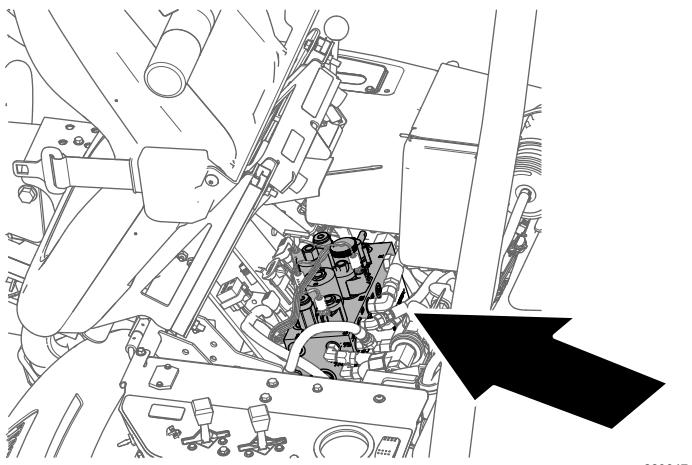

Figura 52
4. Inclineate in avanti il sedile dell'operatore e sostenetelo con l'asta di supporto (Figura 52).